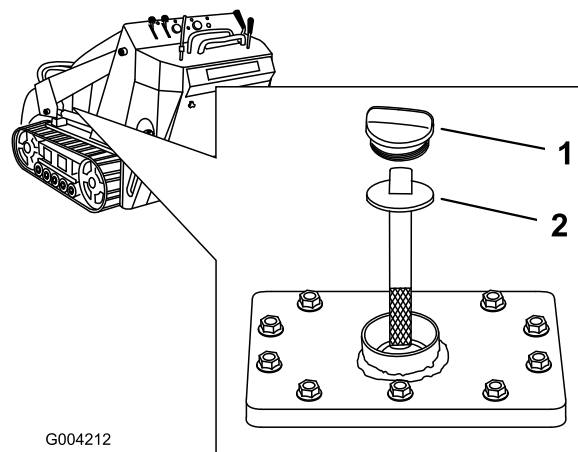

Bild 56
5. Entfernen Sie den Deckel des Hydraulikbehälters und den Peilstab (Bild 56).